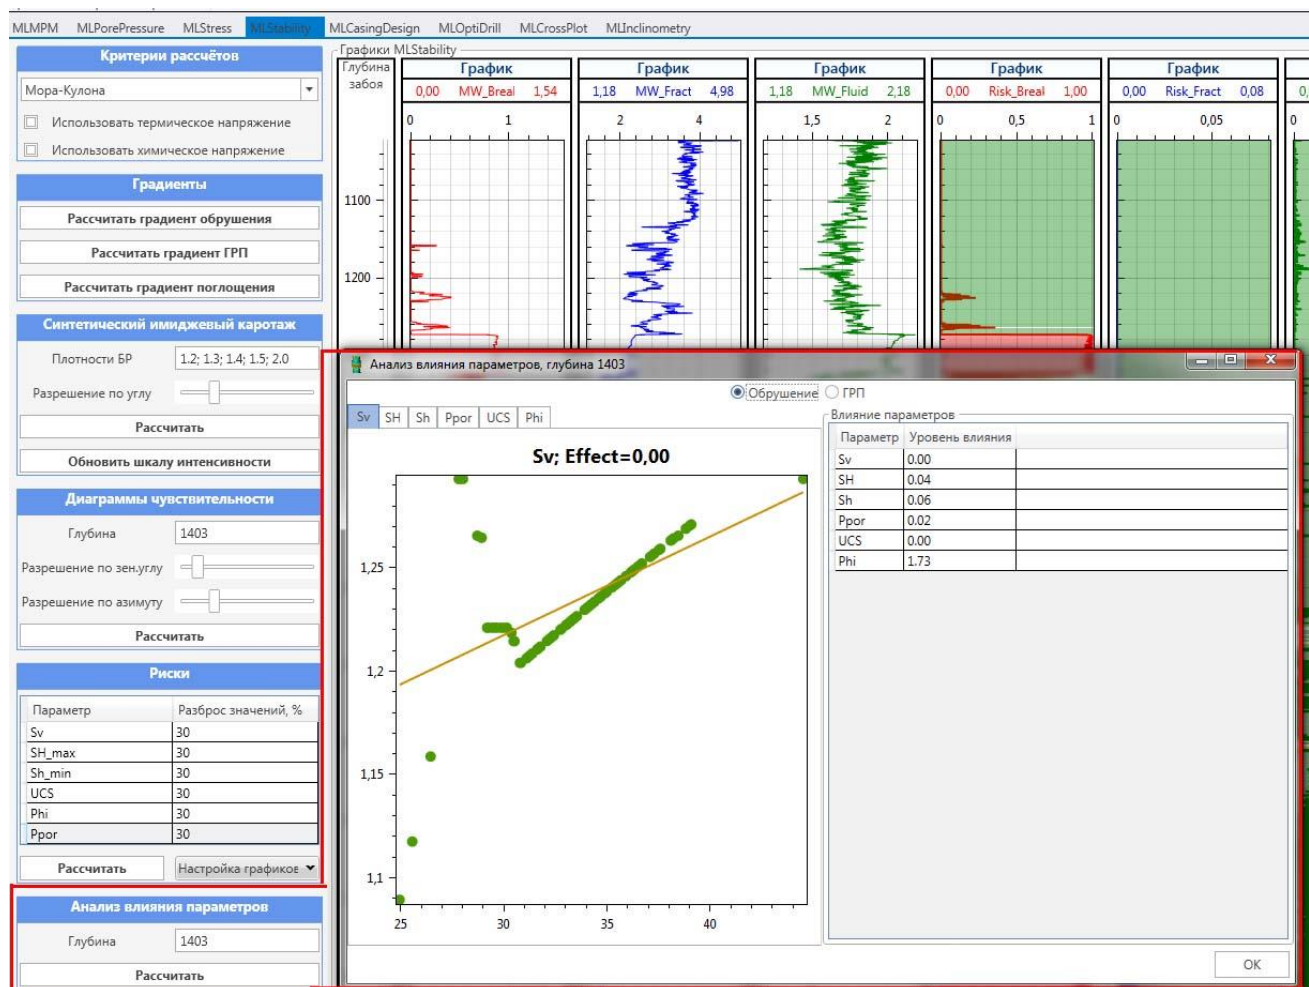

Рисунок 54 Модуль MLStability. Анализ влияния параметров
- Анализ влияния параметров (**Рисунок 54**). В данном алгоритме используется метод Монте-Карло, который эффективно выполняется, чтобы установить неопределенности входных параметров в расчетах градиента обрушения и ГРП. Полученные расчеты показывают, как реагируют посчитанные градиенты обрушения и ГРП по изменению каждого входного параметра и какой параметр больше всех реагирует на результаты.